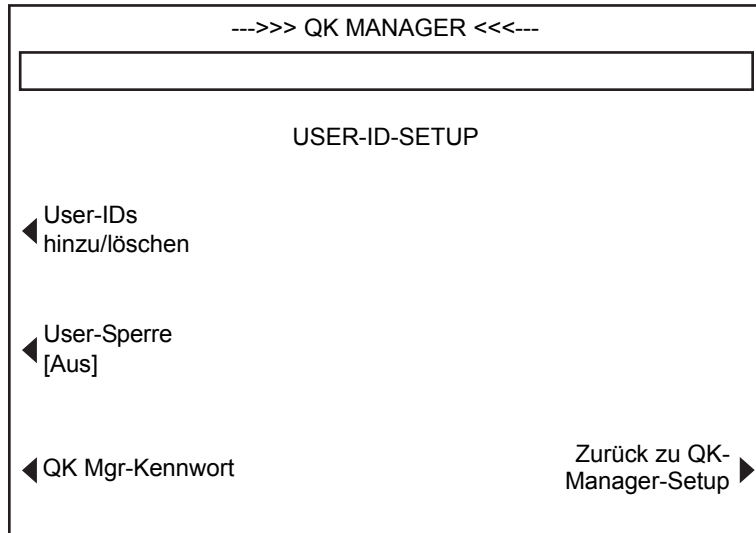

Abbildung 3-20. Bildschirm USER-ID-SETUP
2. **User-ID-Setup** – Wenn Sie im Bildschirm QK MANAGER SETUP die Funktionstaste **User-ID-Setup** drücken, erscheint der in Abbildung 3-20 dargestellte Bildschirm USER-ID-SETUP. Hier sind Funktionen zur Zugangskontrolle mittels Benutzeridentifikation verfügbar.